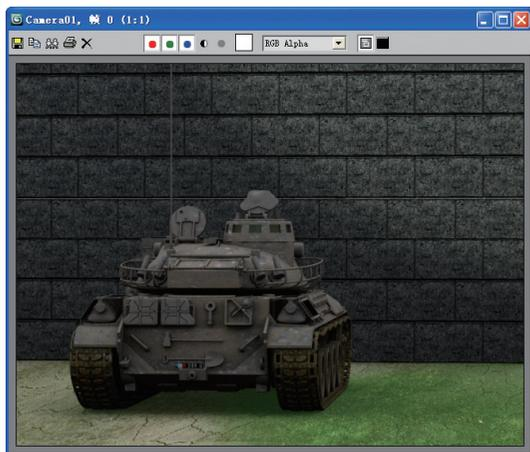

图9-18 渲染效果
**02** 快速渲染一下摄像机视图，观察一下整个场景的大概效果，如图9-18所示。